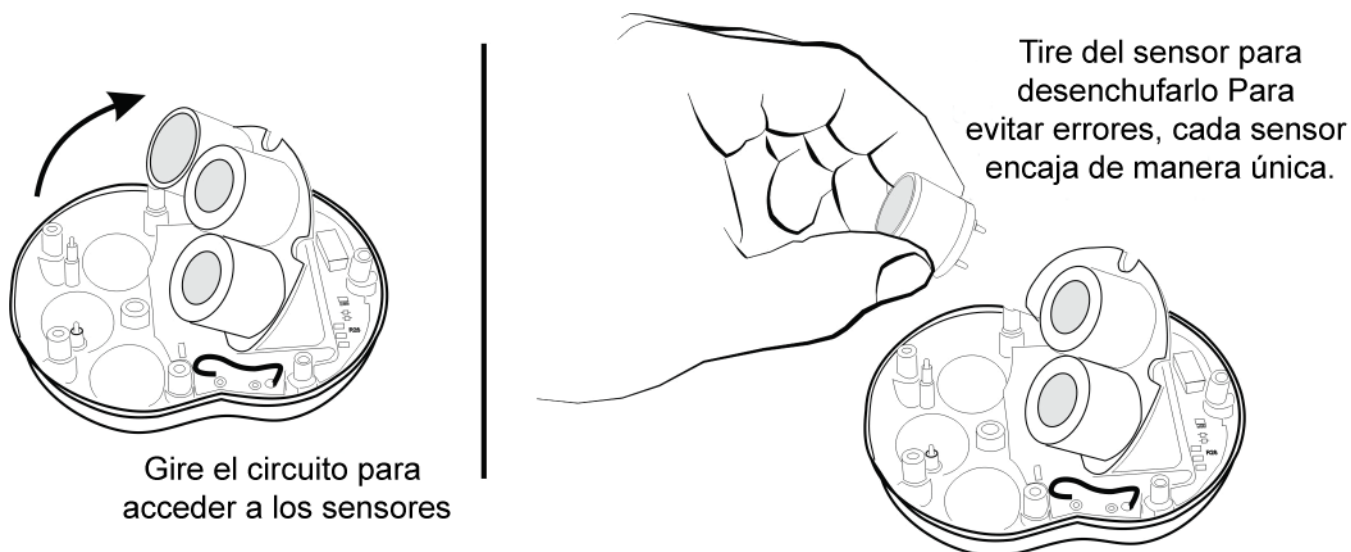

Figura 5-2. Cómo retirar el sensor
- 5) Desenchufe el sensor en cuestión y sítitúyalo con otro nuevo. Consulte la Figura 5-2.